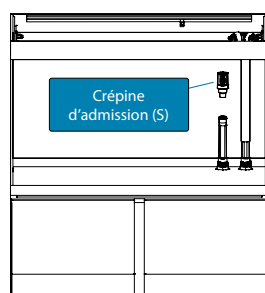
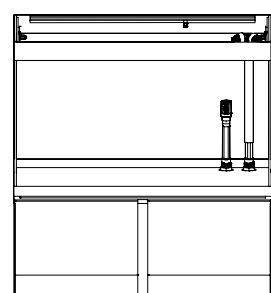
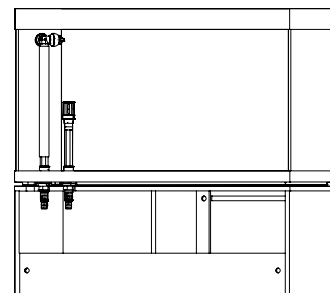

Fig. 5
Fig. 6
Fig. 7
- Insérer la crépine d'admission (S) dans le tube de raccordement (A) (Fig. 5). Le résultat de l'assemblage final est affiché aux Fig. 6 et Fig. 7.